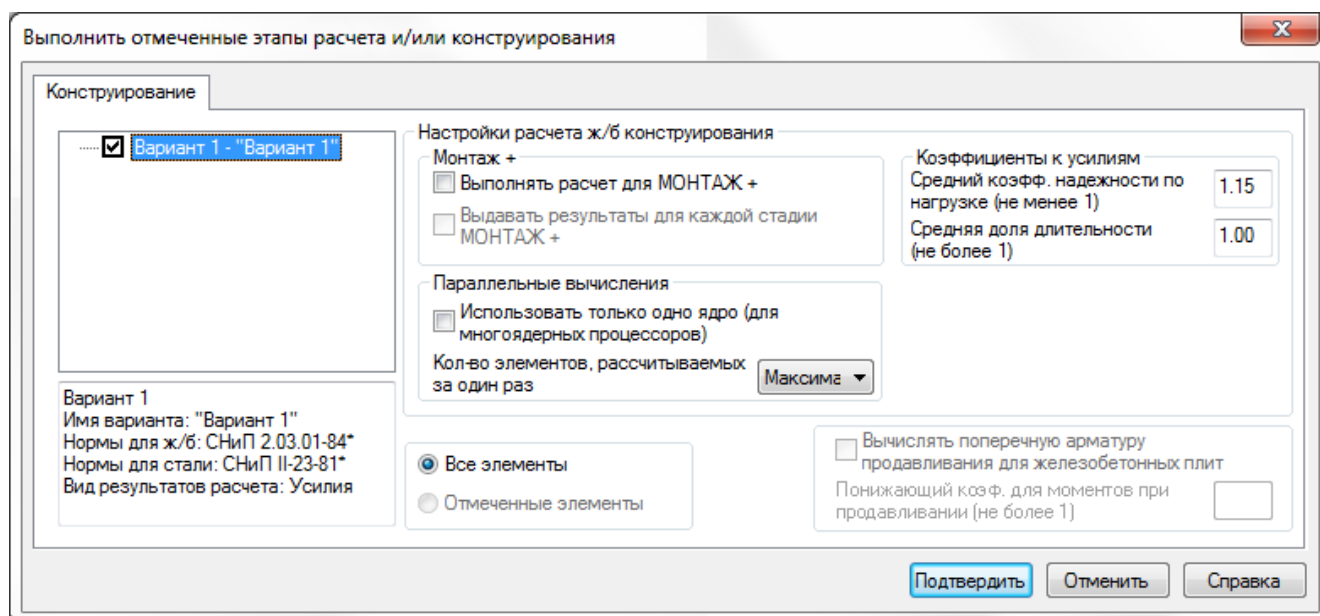

Рис.6.29. Диалоговое окно **Выполнить отмеченные этапы расчета и/или конструирования**
- В появившемся диалоговом окне **Выполнить отмеченные этапы расчета и/или конструирования** (рис.6.29) щелкните по кнопке **Подтвердить**.